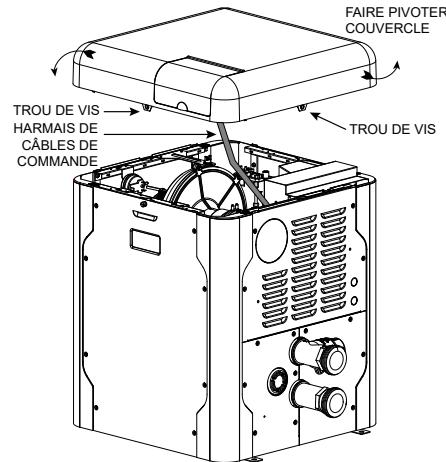

Figure 34. Retrait du couvercle de l'appareil
Pour faire pivoter le couvercle, retirez les (2) vis moletées qui l'unissent à la paroi de l'appareil, comme indiqué ci-dessous. Faites pivoter le couvercle à la position désirée et réinstallez les vis moletées pour le fixer à la paroi de l'appareil, voir **Figure 34**, page 27.
1. Retirez les vis moletées des faces avant et arrière, voir **Figure 34**.